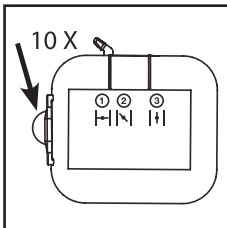

Fig. 12
1. Pressione o bulbo injetor de gasolina 10 vezes, ou até que o combustível esteja visível (Fig. 12).